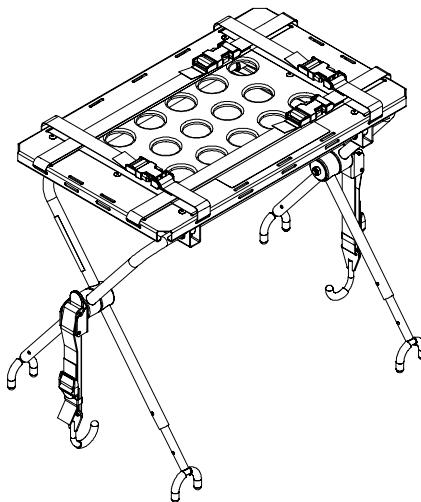

Figura 17 – Patas de la plataforma para el desfibrilador abiertas
2. Abra y expanda las patas de la plataforma para el desfibrilador (Figura 17).